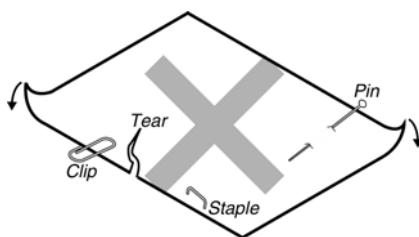

图 B-3
- 装进的纸一定不能折叠、撕裂或带有订书钉、回形针、大头钉等任何杂物（如图 B-3 所示）。如果装入的纸张带有其它杂物，则极可能会严重损坏打印机。